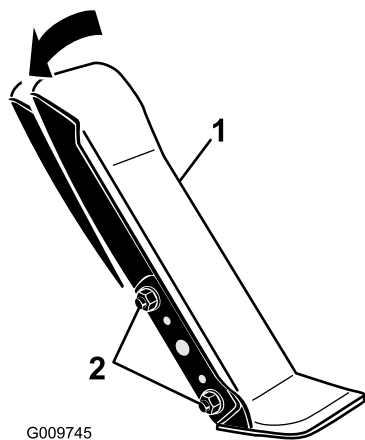

Figura 56
1. Allentare i 2 dadi e bulloni che fissano il lato sinistro del pedale di trazione alla staffa (Figura 56).
2. Inclinate il pedale nell'angolazione desiderata e stringete i dadi (Figura 56).